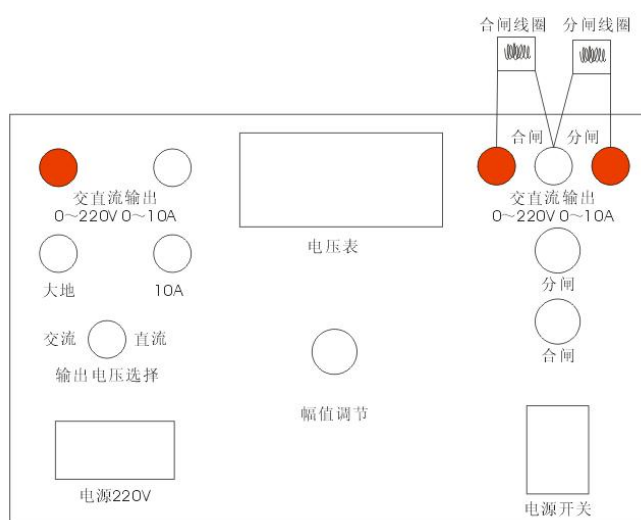

图 1 高压开关测试接线图
2、测试高压开关分（合）闸起动电压的接线方式见图 1
- 1、请按说明书图 1 将线连接。